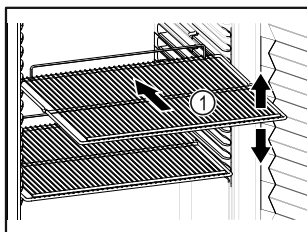

Fig. 64 Przykładowa prezentacja
- ☐ Jeśli ruszty do składowania Fig. 64 (1) są ruchome, należy je ustawić odpowiednio do wysokości.